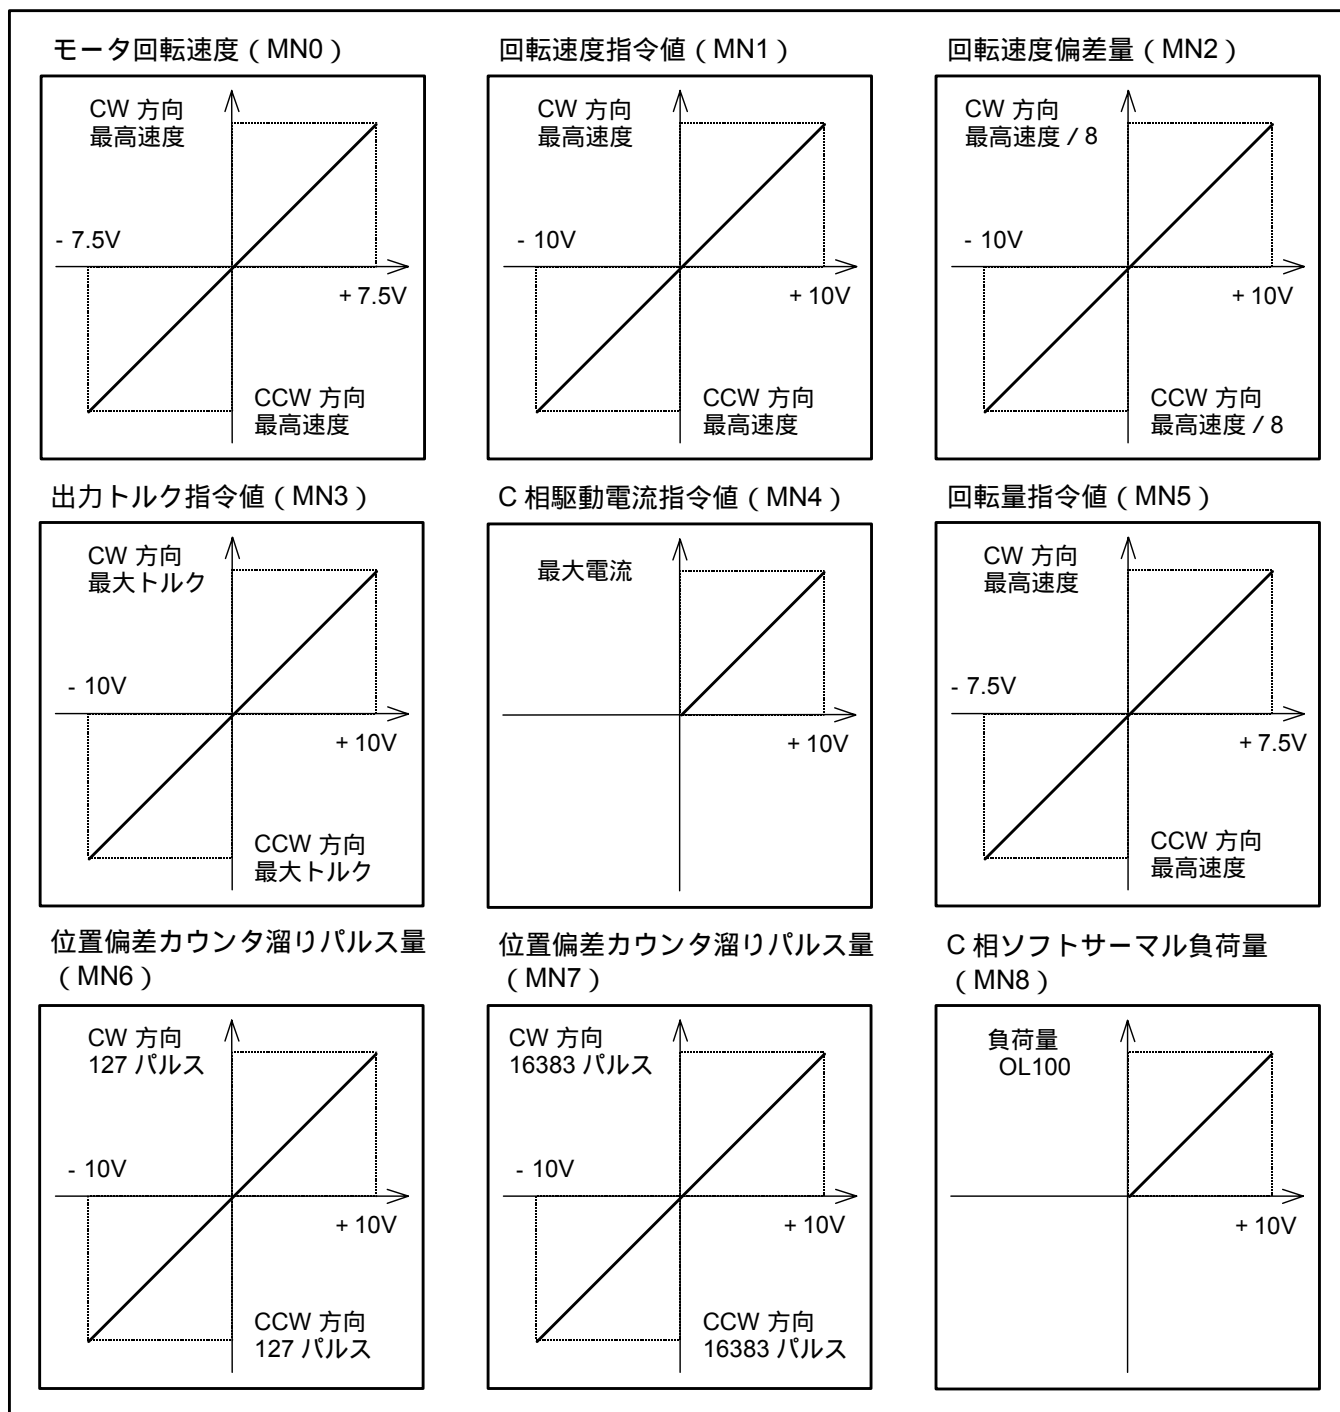

図7-36: アナログ制御モニタ出力
- アナログ制御モニタの出力仕様は図 7-36 のとおりです。